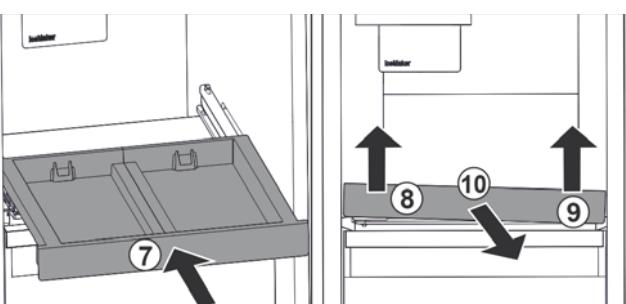

Fig. 20
- Вставьте выдвижную панель. Fig. 20 (7)